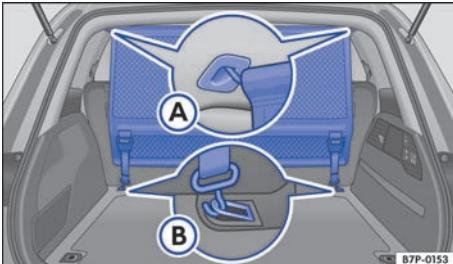
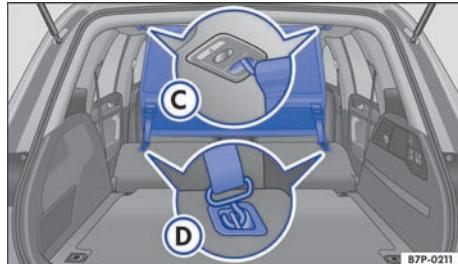

图 131 行李箱中：将隔离网安装在后座长椅后
图 132 行李箱中：将隔离网安装在前座椅后
⇒ 图 131 ①。确保横拉杆从上部位置出发向下拉。
- 将隔离网的两个固定钩挂入后部捆绑环 ② 中，然后牢牢拉紧带子。
⇒ 图 132 ①。确保横拉杆从上部位置出发向下拉。
- 将隔离网的两个固定钩挂入后座椅靠背上的固定环 ② 中，然后牢牢拉紧带子。
- 将隔离网的固定钩从下部固定环 ⇒ 图 131 ② 或 ⇒ 图 132 ① 上摘下。
⇒ 图 131 ① 或 ⇒ 图 132 ② 上取下。